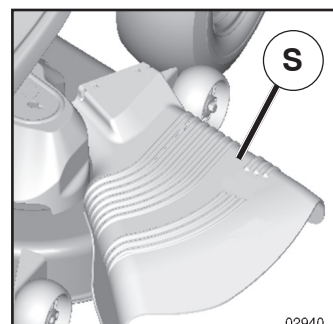

Fig. 12
ATTENTION: N'utilisez pas la tondeuse sans le déflecteur (S) ou sans le ramasse-herbe s'il y a lieu (Voir La Fig. 12).